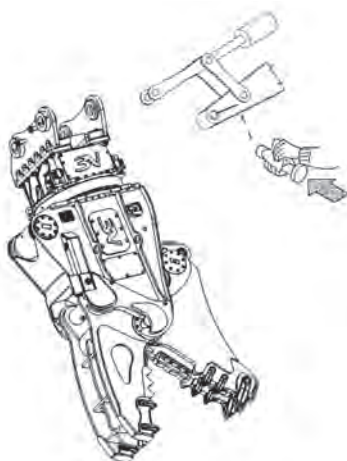

Рис. 4.4.2
- Вставьте первый палец, проверив его соосность и закрепив с помощью соответствующего крепежа (винты, шплинты и пр.) (Рис. 4.4.2).